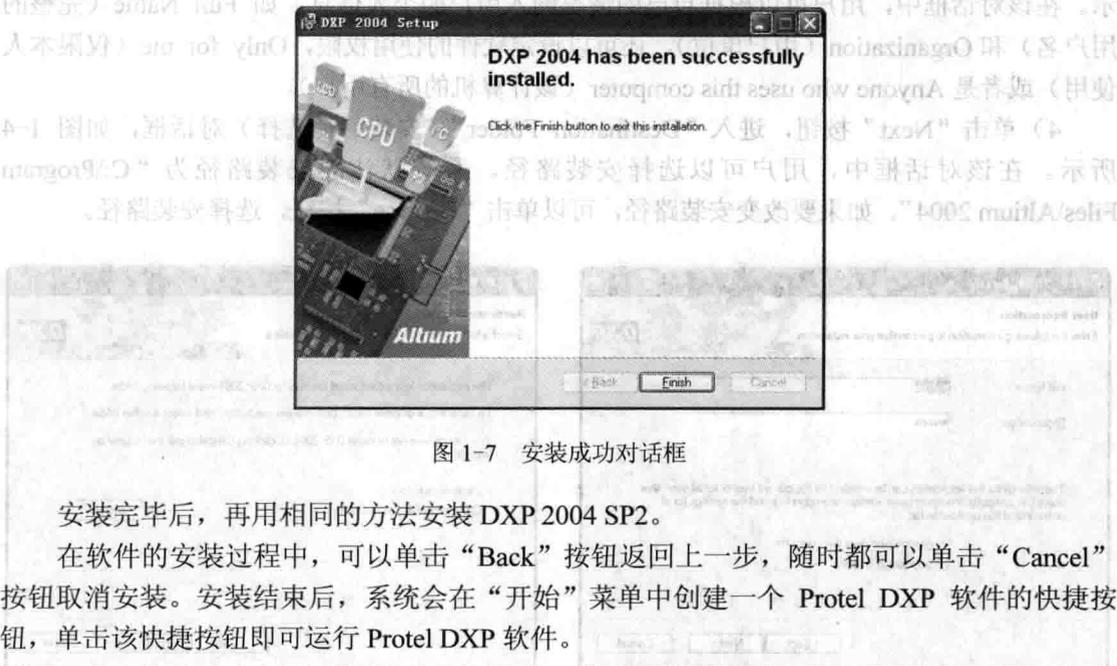

图 1-7 安装成功对话框
7) 安装结束后,会弹出安装成功对话框,如图 1-7 所示,单击“Finish”按钮即可完成 Protel DXP 软件的整个安装过程。